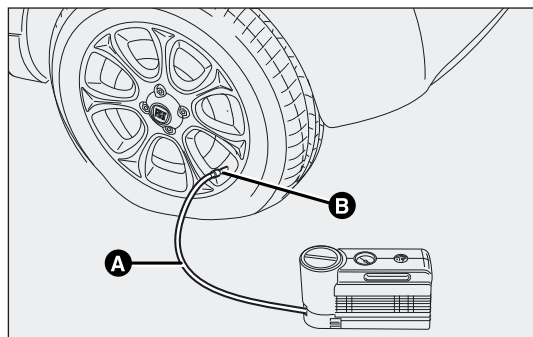

fig. 158
- ☐ Trek de handrem aan. Draai de ventieldop los, neem de doorzichtige vulbuis A-fig. 158 uit en draai de ring B op het ventiel van de band;